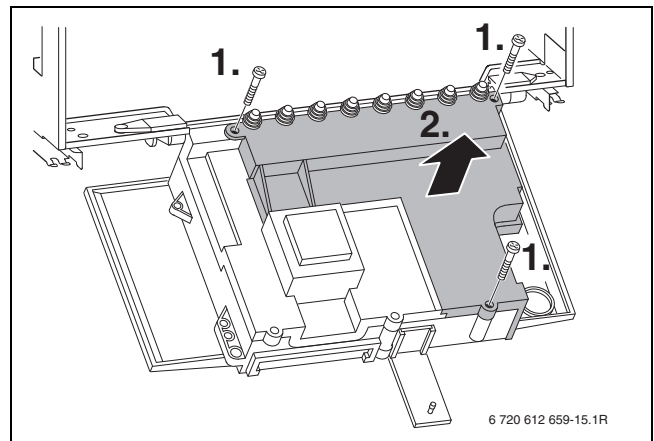

Fig. 16
**i** Los fusibles de repuesto se encuentran en el lado posterior de la cubierta (→ fig. 16).